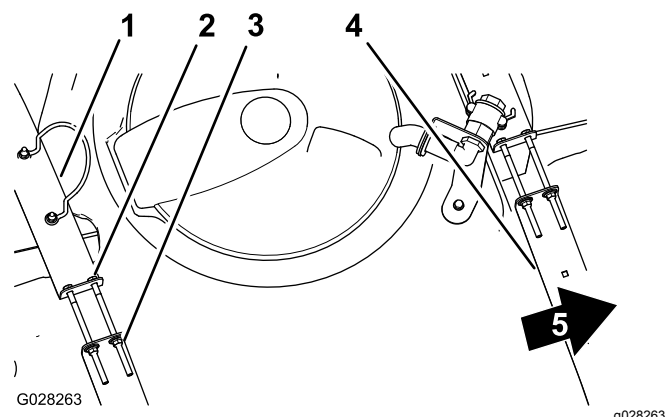

Рисунок 21
3. Если хомуты вокруг бака ослаблены, затяните фланцевые контргайки и болты в верхней части хомутов заподлицо с поверхностью бака (Рисунок 21).
2. Убедитесь в отсутствии люфта между хомутами и баком (Рисунок 21).